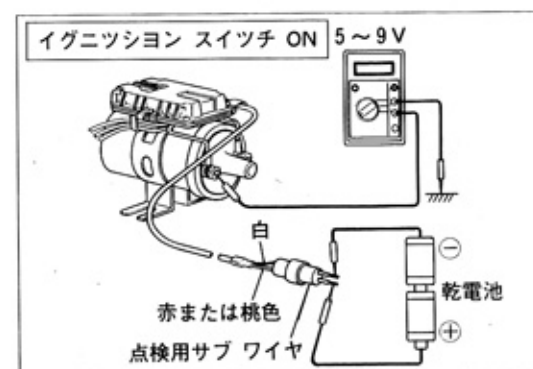

図8-4-6 イグナイタ作動点検 No. 2 A 4566
- ①シグナル ゼネレータの2極コネクタをはずす。
- ②イグニツション スイッチをONにする。
- ③図8-4-6のように点検用サブ ワイヤを使用してイグナイタ側コネクタ端子に乾電池を接続する。
- ④このときイグニツション コイル⊖端子とアース間の電圧を測定する。